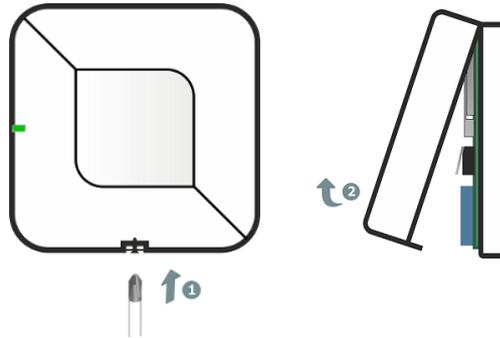

Рисунок 6.2 – Вскрытие корпуса сирены
2. С помощью индикации на сирене. Для этого вскройте корпус сирены, если он был закрыт (см. рисунок 6.2), и дважды нажмите на кнопку тампера (6, рисунок 2.1). Посмотрите на индикатор сирены. Соответствие уровня связи и индикации представлено в таблице 8.1.
2. Вскройте корпус сирены, если он был закрыт (см. рисунок 6.2).
1. Вскройте корпус сирены, если он был закрыт (см. рисунок 6.2).
- 1) Вскройте корпус сирены (см. рисунок 6.2).